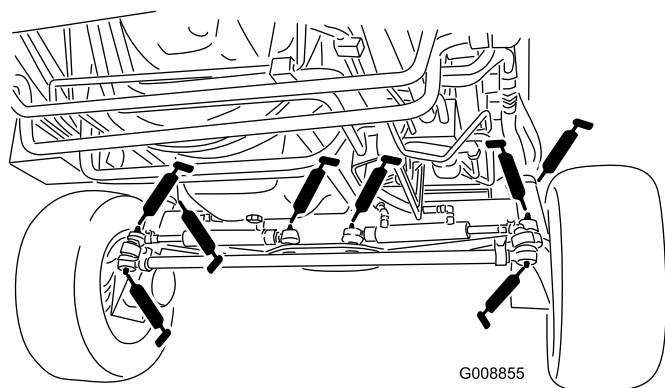

Figure 51
- Rotules de vérin de direction (4) (Figure 51)
- Rotules de biellettes (2) (Figure 51)
- Bagues de pivots de fusées (2) (Figure 51)